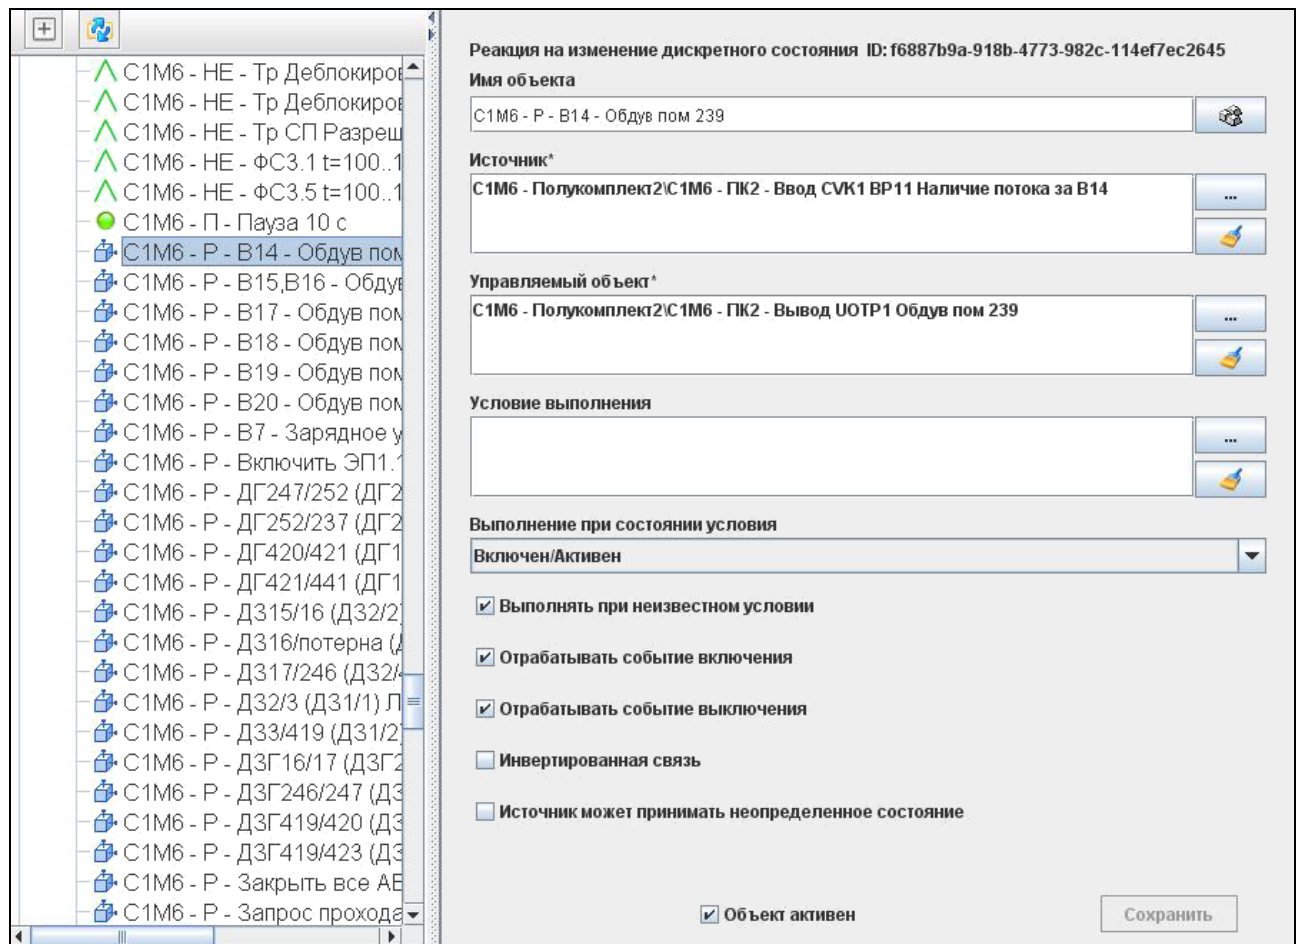

Рисунок 36 — Элемент «Реакция на изменение дискретного состояния»
3.10.7.1. Служит для управления каким-либо устройством, поддерживающим возможность включения/выключения по событиям включения/выключения другого устройства (рис. 36).